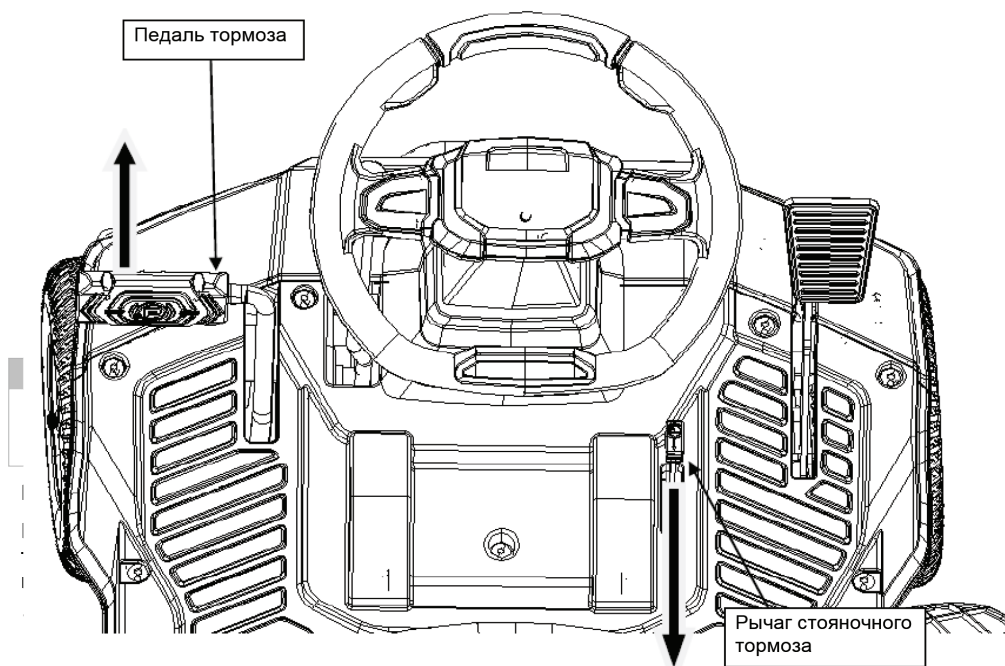

Рис. 11
3. . Переведите ключ зажигания в положение «ВЫКЛ» и выньте ключ (рис. 11).